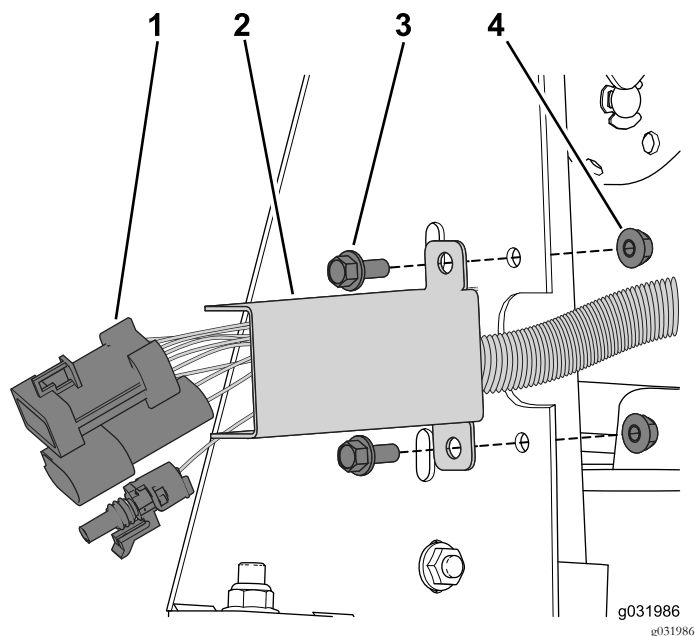

Figura 52
2. Prenda a cablagem no recorte prendendo a cobertura da cablagem à estrutura lateral com dois parafusos de cabeça flangeada e porcas de bloqueio (Figura 52).